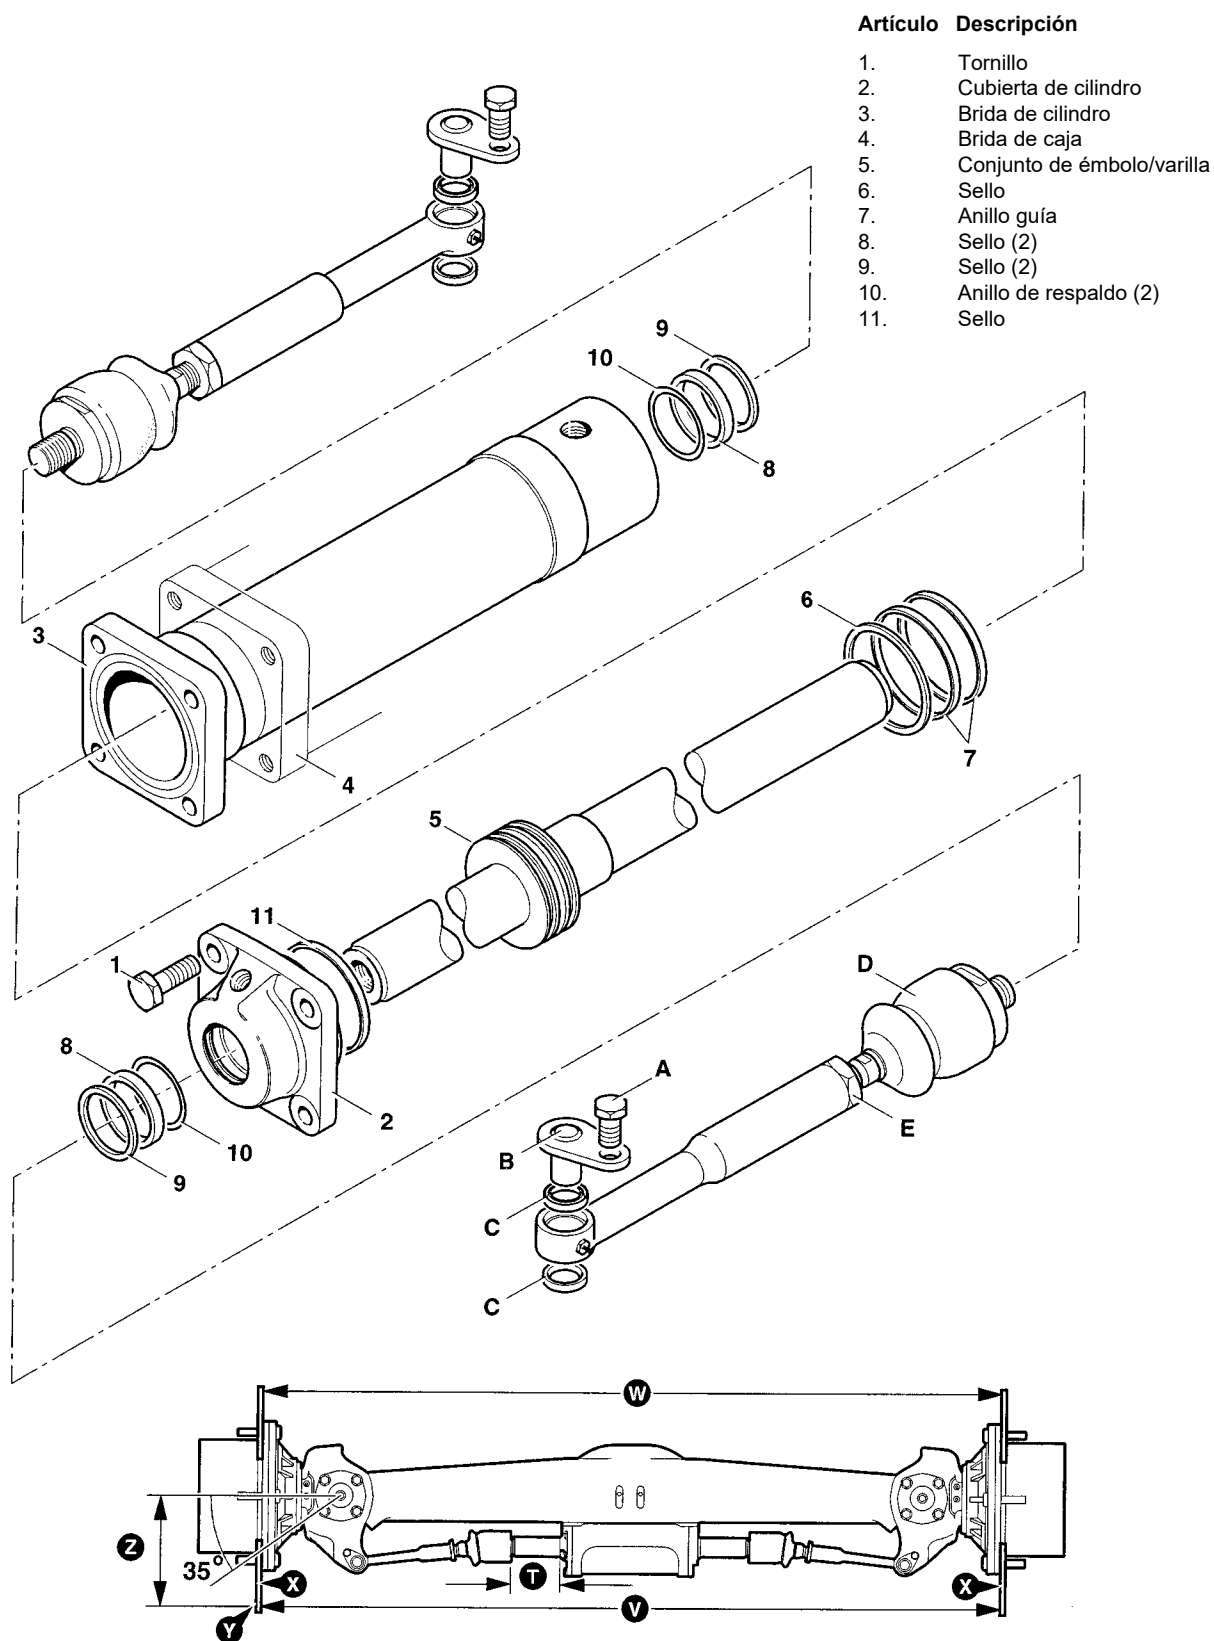

FIGURA 10-28
1. Saque el tornillo de fijación (**A**, Figura 10-28), extraiga el pasador de pivote **B** y desengrane los extremos de varilla de las juntas articuladas de la dirección.
NOTA: Marque la cubierta (**2**, Figura 10-28) y la brida del cilindro **3** en relación a la brida de la caja **3** antes del retiro.
1. Instale un prensaestopas nuevo (**8**, Figura 10-28) utilizando la herramienta especial de instalación de la siguiente manera:
2. Encaje el sello nuevo (6, Figura 10-28) y los anillos guía 7 en el émbolo. Asegúrese que se asienten correctamente.